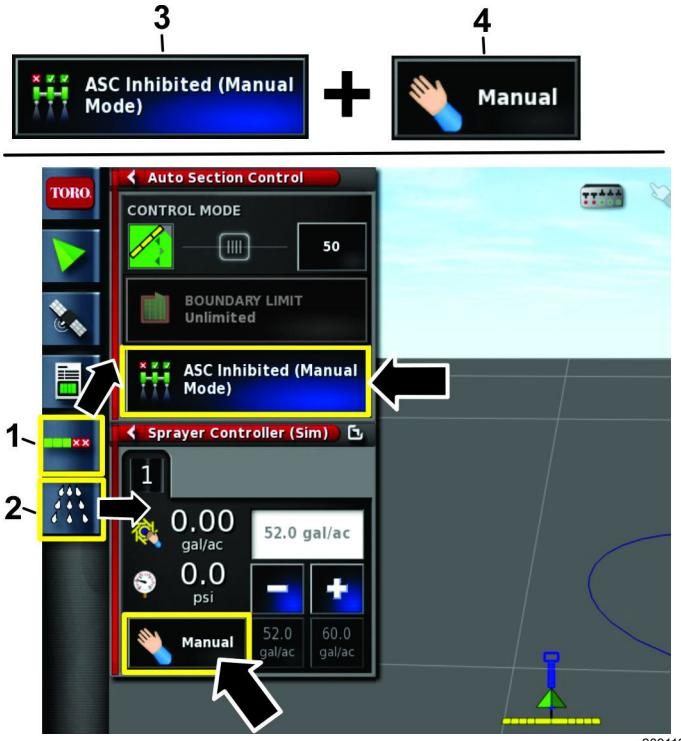

Figura 114
1. Premete l'icona Configurazione controllo automatico delle sezioni e l'icona Controller dell'irroratrice (Figura 114).
2. Premete il controllo del volume in posizione MANUALE (Figura 114).